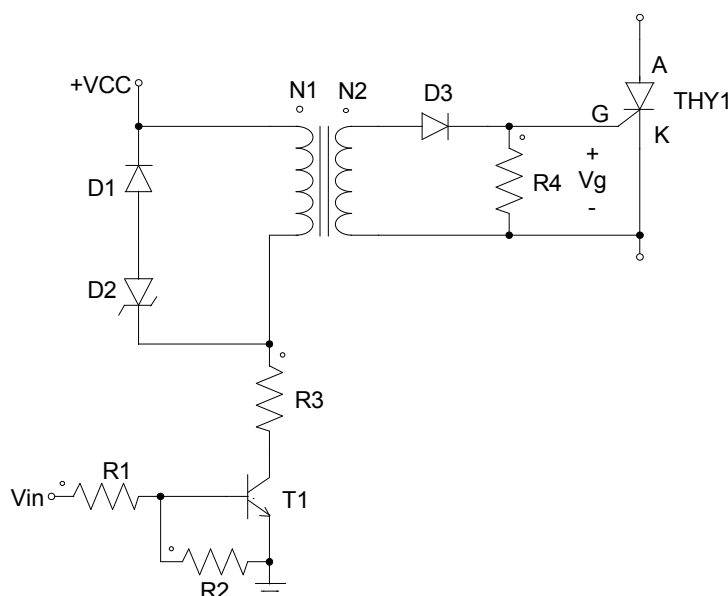
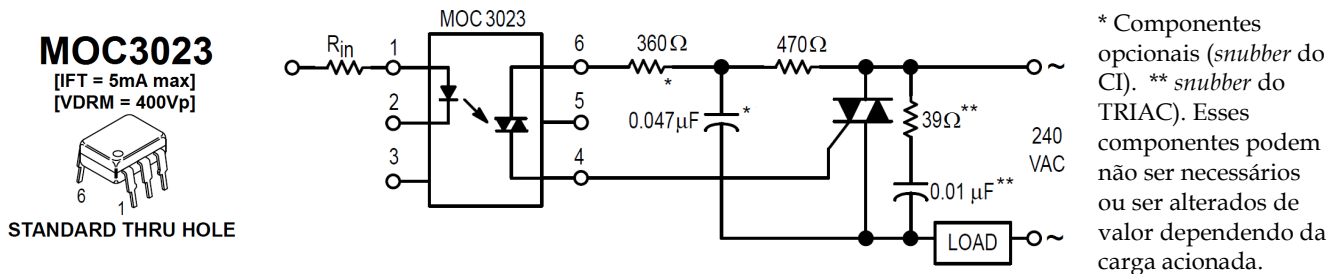

Figura 4 – Circuito típico de ataque de *gate* de SCRs com TP
Figura 5 – Fotoacoplador MOC3023 e circuito de ataque de *gate* de TRIACs com o CI MOC3023 (*datasheet* anexo)
O circuito de ataque de *gate* amplifica o sinal de comando que vem do CI para os níveis adequados ao gatilho do tiristor. Além disso, ele promove o isolamento elétrico entre a parte de potência (que pode operar em centenas ou milhares de volts) e a parte de comando, que opera com sinais de baixa tensão. Isso é importante para proteger não somente os equipamentos como também o operador no caso de eventuais falhas elétricas. O isolamento pode ser realizado através de um transformador de pulsos (TP) (circuito da Figura 4) ou através de um fotoacoplador (Figura 5). Um TP é similar a um transformador de potência, mas possui pequeno tamanho, destinando-se apenas a fornecer os pulsos para o *gate* do tiristor.
O circuito de ataque da Figura 5 é também muito utilizado. Ele é construído com o CI fotoacoplador MOC3023. Seu grande mérito é ser isolado e não necessitar de fonte de alimentação auxiliar no lado de potência (lado do TRIAC). Trata-se de um CI que contém um led e um “fototriac”, montados próximos e encapsulados juntos, mas sem contato elétrico entre eles, como ilustra a Figura 5. Com apenas 5mA aplicados no led (pinos 1 e 2), aciona-se por luz um fototriac que é capaz de suportar até 400V de pico no estado *off*, e pode conduzir picos de corrente de até 1A (por 1ms), que são suficientes para disparar TRIACs de grande potência.